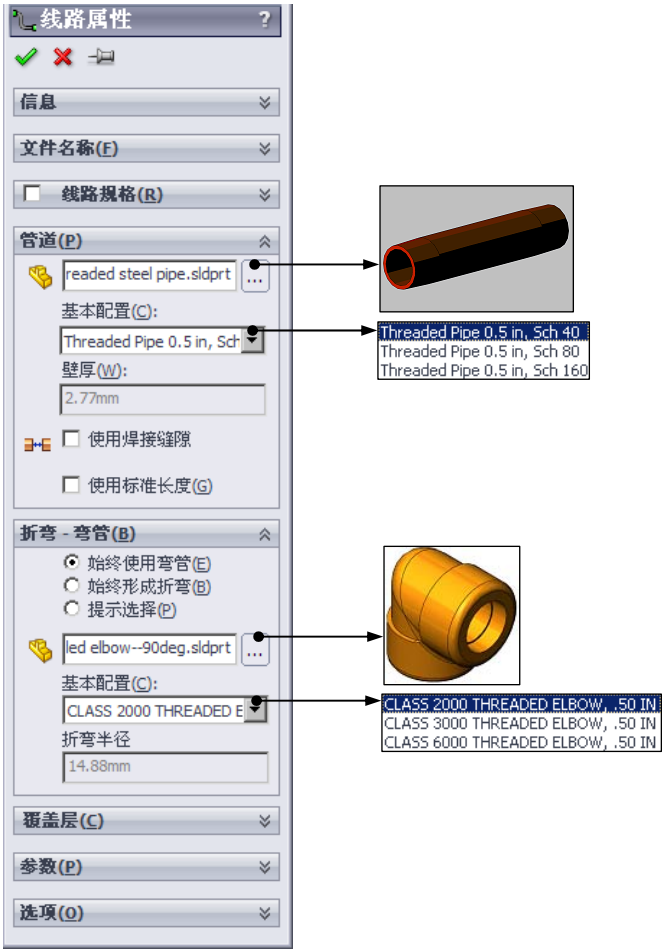

图 11.9.3 “线路属性”对话框
Step3. 定义开始步路点。右击设计树中 **oil_tank<1>** 节点下的 **连接点3** 选项, 在系统弹出的快捷菜单中选择 **开始步路(H)** 命令, 系统弹出图 11.9.3 所示的“线路属性”对话框。